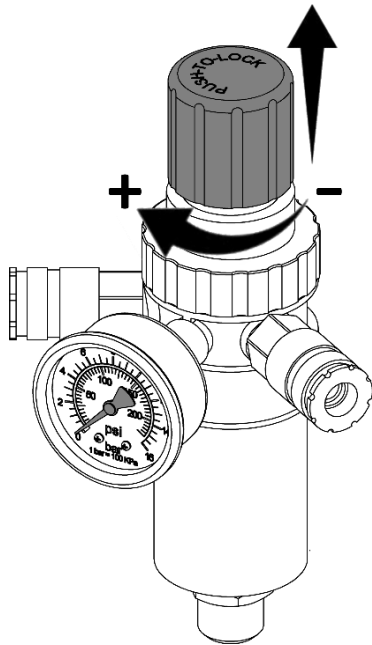

Рисунок 13
7.3.1 Настройка давления в подсоединенных пневматических инструментах регулятором давления (при его наличии) осуществляется следующим образом (см. рисунок 13):